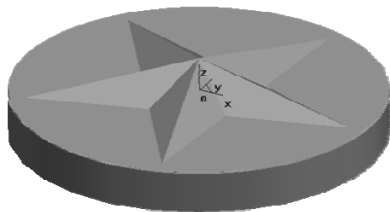

图 3-2 打开模型文件
2) 单击“打开”对话框中的“打开”按钮, 将该文件打开。在键盘上按等角视图的快捷键“F8”, 如图 3-2 所示。